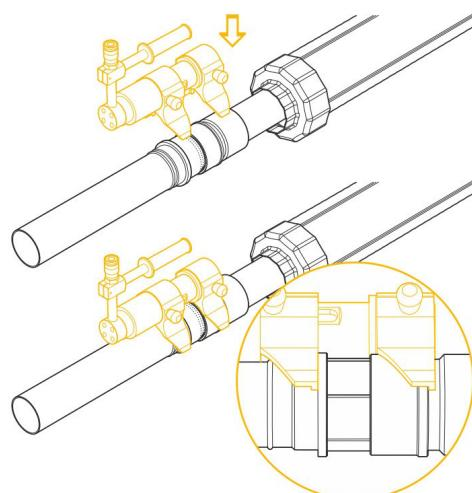

Рис. 5.7.10
8. Установить гидравлический инструмент таким образом, чтобы подвижная и опорная губки тисков вошли в сцепление с буртами на гильзе надвижной и втулке пресс-фитинга (рис. 5.7.10).